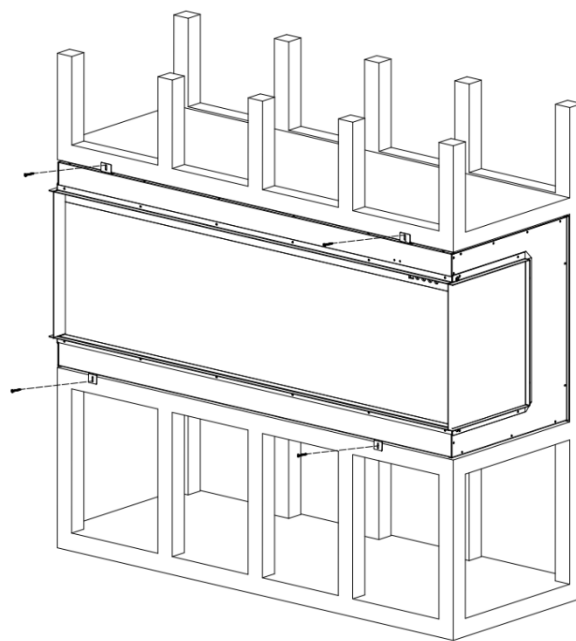

Fig.3-3
20. Introduceți șemineul în deschiderea de perete. Introduceți șuruburile de montare în suporturi și în stâlpii de perete. Conectați și verificați dacă șemineul funcționează corect. Fig.3-3